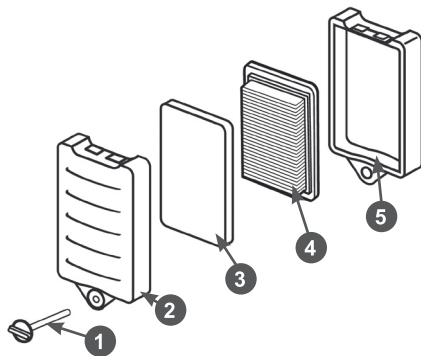

Рис. 17 Обслуживание воздушного фильтра
1. Откройте болт 1 и снимите крышку 2 воздушного фильтра (Рис. 17).
2. Извлеките предварительный поролоновый 3 и основной бумажный 4 фильтрующие элементы (Рис. 17).
4. При незначительном загрязнении промойте предварительный поролоновый фильтрующий элемент 3 (Рис. 17) теплым мыльным раствором и просушите. Поврежденный или сильно загрязненный поролоновый фильтрующий элемент замените.
Бумажный фильтрующий элемент 4 (Рис. 17) не подлежит очистке, необходима его замена. Не продувайте основной бумажный фильтрующий элемент сжатым воздухом, не промывайте его в бензине и других растворителях.
5. Произведите очистку крышки 2 и корпуса 5 воздушного фильтра, не допуская попадания пыли и грязи в воздуховод, ведущий к карбюратору (Рис. 17).